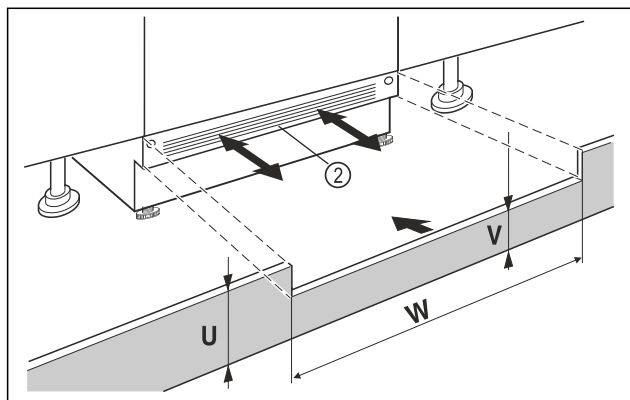

Fig. 40 Примерное изображение
- Установите цокольную панель устройства Fig. 40 (2), но еще не фиксируйте ее.
- Если цокольную панель Fig. 40 (2) видно, потяните её вперед настолько, пока передний край вентиляционной решетки не станет вровень с цокольной панелью мебели.
- Если цокольная панель Fig. 40 (2) скрыта, сдвиньте её назад как можно дальше.
- Вентиляционное отверстие должно быть полностью открытым: При необходимости следует подрезать цокольную панель мебели по высоте Fig. 40 (U)!
- ▷ Подгоните высоту перемычки Fig. 40 (W) по всей ширине ниши Fig. 40 (V) под цокольную панелью устройства Fig. 40 (2).